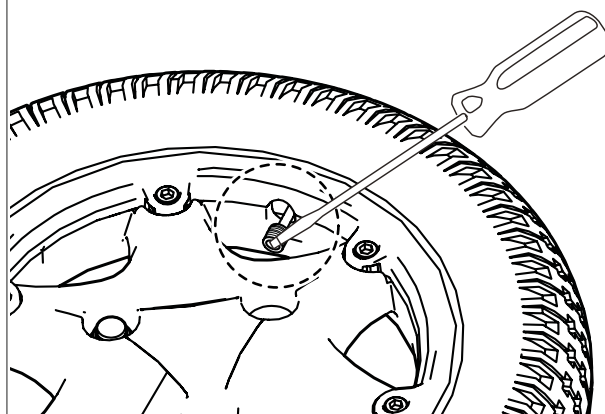

Fig. 8.5
- Det er seks navbolter som må løsnes/strammes i den rekkefølgen som er vist (Fig. 8.5).
- Bruk en 5 mm umbrakonøkkel til å løsne/stramme boltene. (Fig. 8.5).
- Stram til boltene i rekkefølgen som er vist i Fig. 8.5. Vær forsiktig slik at slangen ikke klemmes.